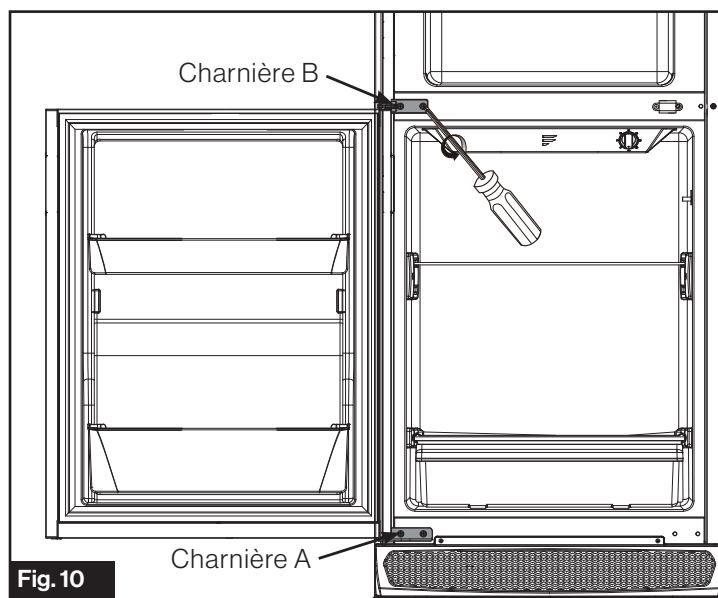

Fig. 10
7. Fixez la charnière A en bas à gauche. Réinstallez la porte du réfrigérateur, puis fixez la charnière B sur le côté gauche de la barre centrale. (Fig. 10)